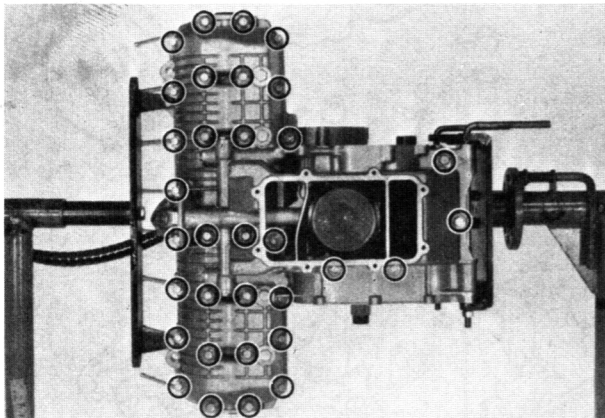

Bild 76
- Die unteren Kurbelgehäusebolzen kreuzweise und in zwei oder mehr Schritten entfernen (Bild 76).